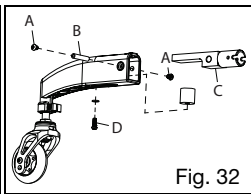

Fig. 32
- b. Quite el tornillo de 6 mm de un lado del brazo de la quinta rueda dinámica (Fig. 32:A) usando dos llaves Allen de 4 mm.
- c. Con una llave Allen, empuje el cilindro roscado (Fig. 32:B) fuera del grupo del brazo.
- d. Deslice el receptor tubular (Fig. 32:C) del ensamble.
- e. Quite el tornillo de 6 mm ubicado en la parte inferior del ensamble. Esto liberará el elastómero (Fig. 32:D). Quite el elastómero y coloque a un lado.
- g. Enrosque el tornillo de 6 mm y la arandela (Fig. 32:D) a través de la ranura y dentro del inserto roscado del elastómero.
- h. Vuelva a apretar el tornillo de 6 mm (Fig. 32:D). No lo apriete en exceso.
- i. Vuelva a insertar el receptor tubular (Fig. 32:C) en el brazo. Asegúrese de que el brazo plano del receptor tubular esté colocado sobre la parte superior del elastómero.
- j. Alinee los orificios del brazo y el receptor tubular para insertar el cilindro roscado (Fig. 32:B) y el tornillo de 6 mm (Fig. 32:A).
- k. Apriete los tornillos de 6 mm (Fig. 32:A) usando dos llaves Allen de 4 mm.